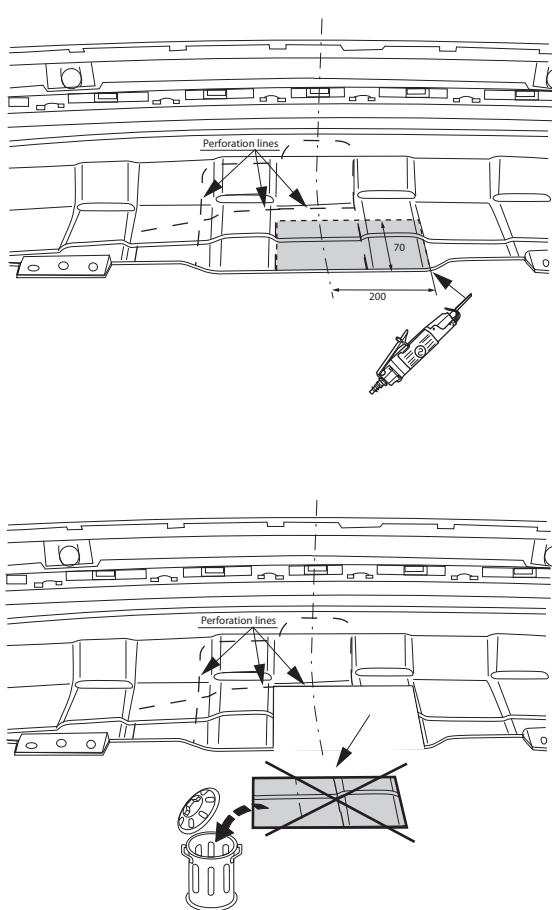

Fig. 2
4. Выпилить часть из бампера в середине снизу, как указано на рис. 2.